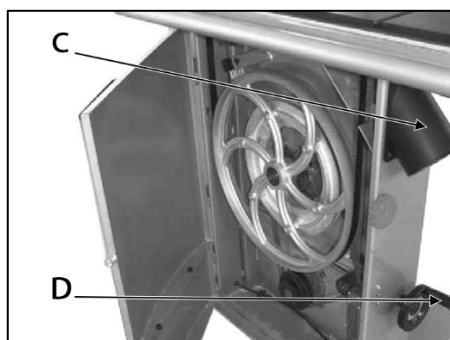

Рисунок 4.
Установите маховик натяжения приводного ремня (D) (рис. 4) при помощи установочного винта M6×12.